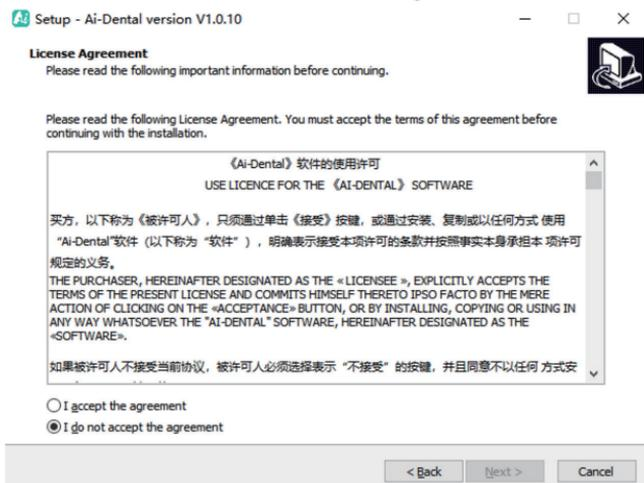

Figura 5
3.1.4 Lea el acuerdo de licencia del software, acepte este acuerdo y haga clic en "Acepto el acuerdo", haga clic en Siguiente para continuar la instalación, no esté de acuerdo con este acuerdo y haga clic en "No acepto el acuerdo" para salir del programa de instalación, como se muestra en la Figura 5.